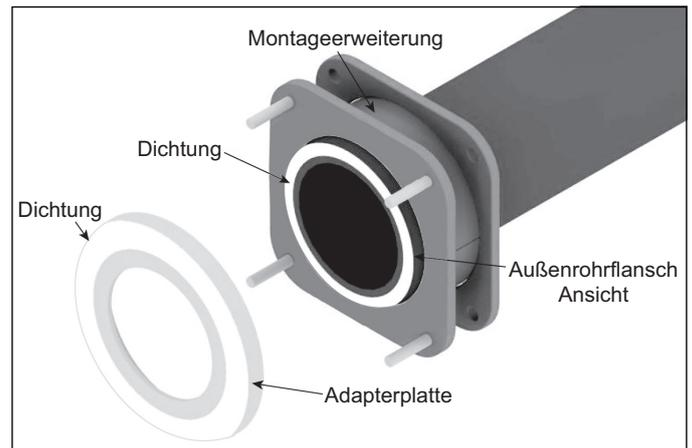

Abbildung 3.10
6. Setzen Sie die Dichtung an die Adapterplatte. Siehe Abbildung 3.10.